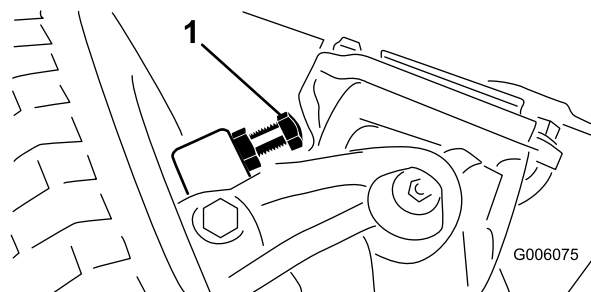

Bild 67
1. Drehen Sie die Schrauben ein oder aus, bis der Abstand 2,3 mm beträgt, siehe Bild 67.